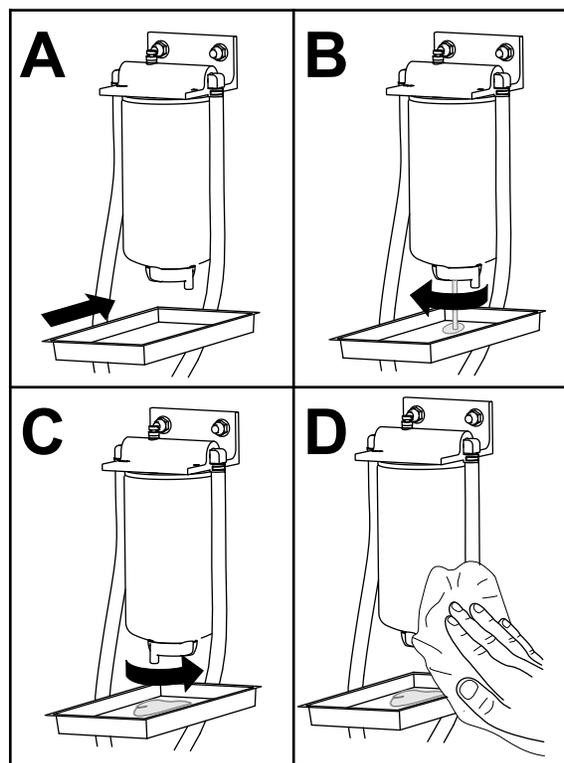

Figura 78
1. Drene el agua del separador de combustible/agua, como se muestra en la Figura 78.